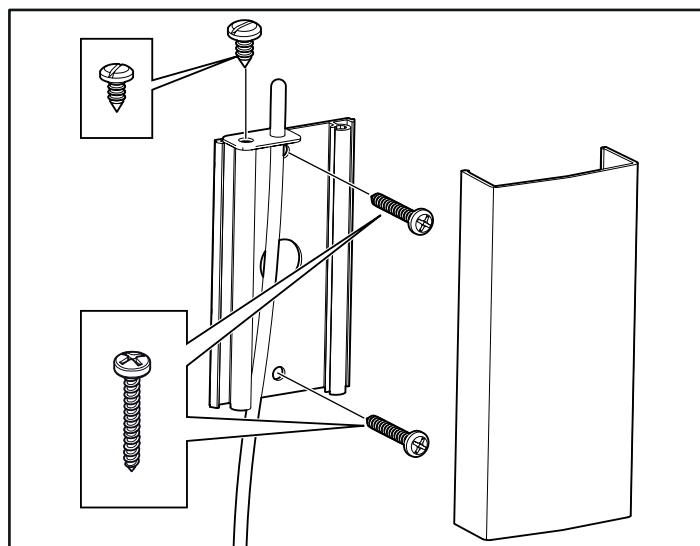

Rysunek 18. Wymiary
6. Umieść wkręty wspornika w wymaganych odległościach (patrz rys. 18).